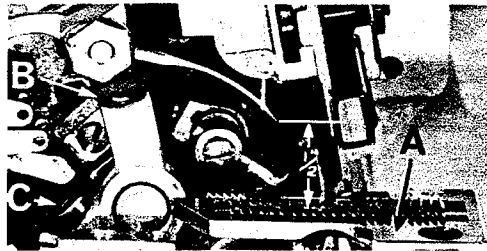

Fig. 3
Bei festgeschraubter Stichplatte (A) soll die Nadelspitze zentrisch im vorderen Teil des Stichloches einstecken. Bei Höchststellung der Nadel soll der Abstand von Nadelspitze bis Stichplatten-Oberfläche (A, Fig. 3) $1/2'' = 12,7 \text{ mm}$ betragen für die Maschinen 39500 QA, QB, QP, QY, RF, RM, RS, SE, SG, SV, SW, TA, TD und TE. Und $15/32'' = 11,9 \text{ mm}$ für Maschinen 39500 RA, RR, SF und TH. Zum Einstellen kann die Nadelhöhen-Einstellehre Teil Nr. G 21227 F benutzt werden. Zwecks Einstellung des Nadelhebels (B, Fig. 3) ist die Pratzschraube (C) zu lösen und der Nadelhebel radial oder axial je nach Erfordernis einzustellen. Alsdann ist die Stichplatte wieder zu entfernen.
With throat plate assembled in position, needle should center in the front end of needle slot. When needle is at high position, needle point should be set $1/2'' = 12,7 \text{ mm}$ above throat plate (A, Fig. 3) for Styles 39500 QA, QB, QP, QY, RF, RM, RS, SE, SG, SV, SW, TA, TD and TE. And $15/32'' = 11,9 \text{ mm}$ for Styles 39500 RA, RR, SF and TH. To align needle or set the height above the throat plate, move needle driving arm (B, Fig. 3) by loosening clamp screw (C). After needle has been set properly, tighten screw (C) and remove throat plate.